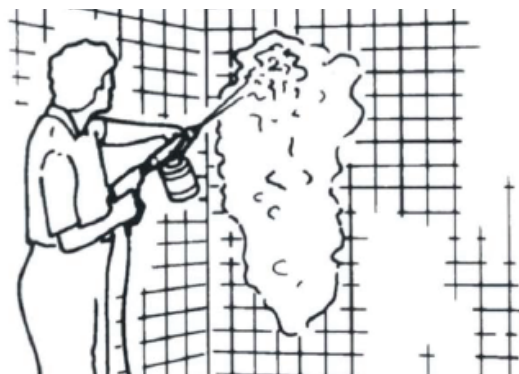

Рис. 14 – Применение моющего средства
3. ПРИМЕНЕНИЕ МОЮЩЕГО СРЕДСТВА (рис.14)